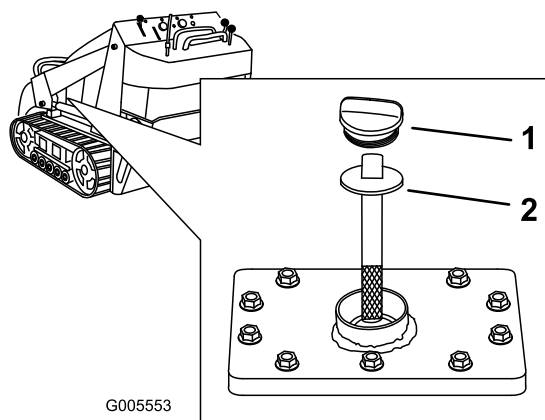

Figura 15
5. Pulire la zona intorno al collo del bocchettone del serbatoio idraulico (Figura 15).
6. Togliere il tappo dal collo del bocchettone e controllare il livello del fluido sull'asta di livello (Figura 15).